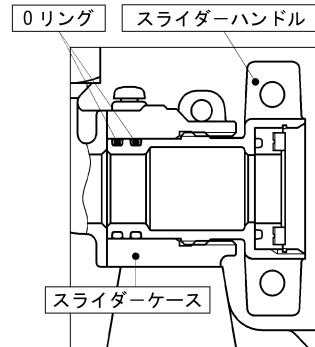

図 6
- ① ボール止水栓のハンドルを反時計回りに 90° 回すと開栓します。ハンドルの向きは、流水方向と軸上になります。(図 6 参照)
- メータの接続方式は、スライダハンドルを回転・可動させ、メータを圧着して接続する方式です。(図 6 参照)
- ・スライダハンドルは、表示 S 方向へ回し、スライダケースから取り外せます。スライダハンドルを外し、0 リングの点検・交換が可能となります。(図 6 参照)